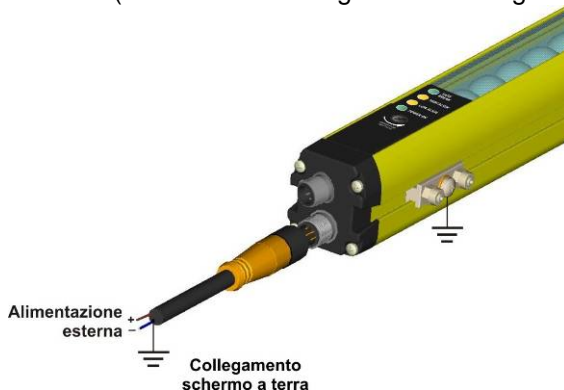

Fig. 13
- Qualora lo si desidera è possibile connettere a terra il contenitore del dispositivo servendosi del particolare meccanico a corredo per la connessione di massa (attenersi alla configurazione di Fig.13).